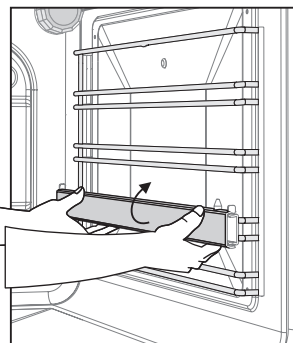

Рис. 3
**\*Телескопические полки** крепятся на проволочные направляющие и служат для выдвижения готовящегося блюда за пределы горячей духовки. Телескопические полки могут быть установлены на разной высоте, в зависимости от того, на каком уровне должно идти приготовление пищи. Чтобы переустановить телескопическую полку, необходимо отвести ее нижний край (рис. 3), а затем движением вниз снять с проволочных направляющих. Установка на другой уровень производится в обратной последовательности.